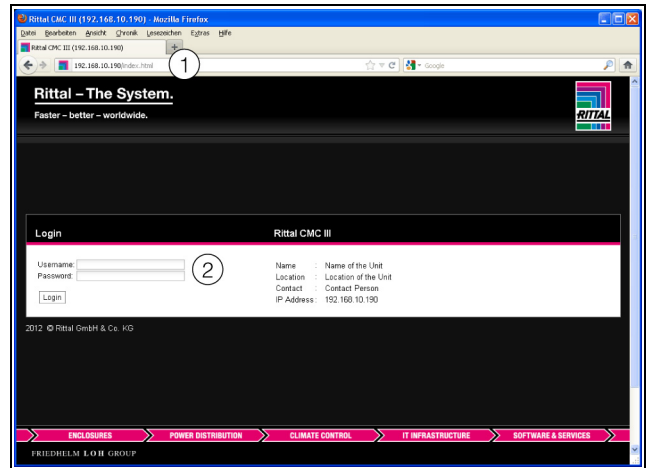

Рис. 12: Страница авторизации при HTTP-подключении
- Задайте в браузере адрес **http://192.168.0.190** (рис. 12, поз. 1). Откроется страница авторизации прибора.
- Введите имя пользователя **admin** и пароль **admin** (рис. 12, поз. 2).